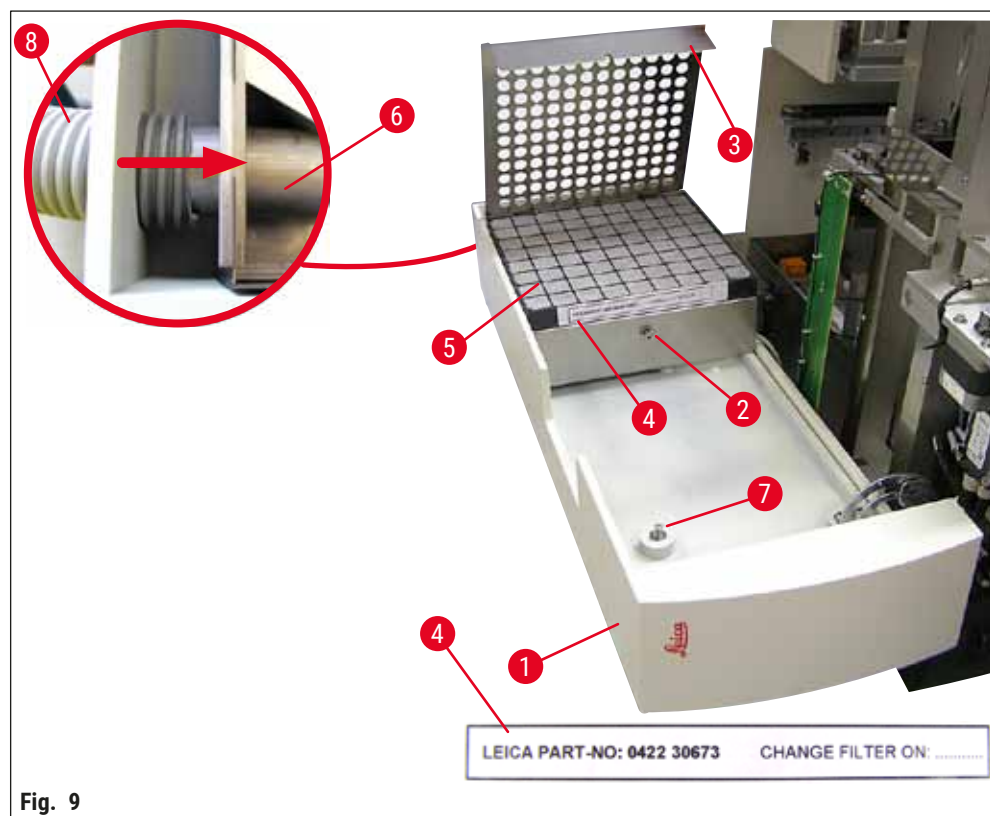

Fig. 9
(→ Fig. 9) Detalje: Montering af returluftslangen (→ Fig. 9-8). Filterafdækningen (→ Fig. 9-3) og filteret (→ Fig. 9-5) er fjernet på billedet, så kun tilslutningsstudsene (→ Fig. 9-6) ses.
2. Åbn vedligeholdelseslemmen (→ Fig. 15-1) som vist på (→ S. 26 – 4.6 Montering af dispensergroupe) (→ Fig. 9).